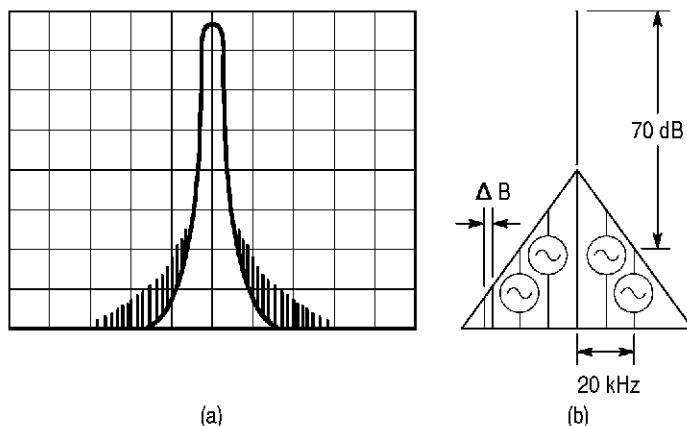

図 A-7 雑音側波帯
スペクトラム・アナライザでは、入力信号に含まれるおののの周波数成分の分析にバンド・パス・フィルタ(BPF)を使用する。このBPFの3dB帯域幅を「分解能帯域幅」と呼ぶ(図A-7(a))。BPF特性は掃引幅、掃引速度によって適切な形状に設定する必要がある。
- (例) 雑音側波帯は、分解能帯域幅 1 kHz において、キャリアから 20 kHz 離れて -70 dB である。ノイズ・レベルは、一般に 1 Hz の帯域幅内に存在するエネルギーで表わすことがある(図 A-7 (b))。これを 1 Hz 帯域帯で表現すると、以下のようなになる。1 kHz の帯域帯のとき -70 dB であるから、1 Hz の帯域幅内にある信号は、これより約  $10 \log 1 \text{ Hz}/1 \text{ kHz}$  [dB]、約 30 dB 低い値となる。